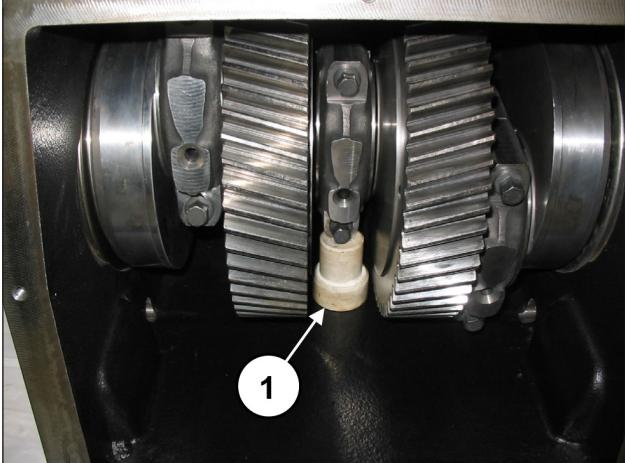

Рис. 12
Вставьте подставку под стержень центрального шатуна, чтобы заблокировать вращение коленвала (поз. ①, Рис. 12).